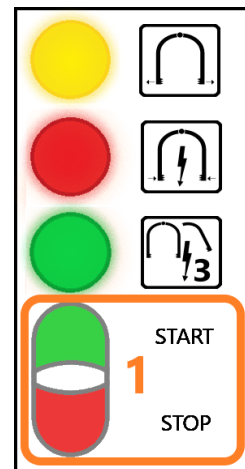

Abb. 6 VBE-M.
2. Nach ca. 10 Sek. das **VBE-M**-Gerät mit der Taste **START** (**Abb. 6 Pos. 1**) einschalten. Das Gerät schaltet sich automatisch zum Modus „betriebsbereit“ um;